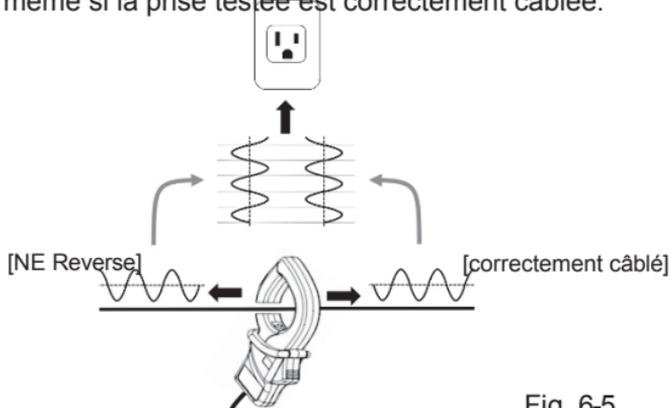
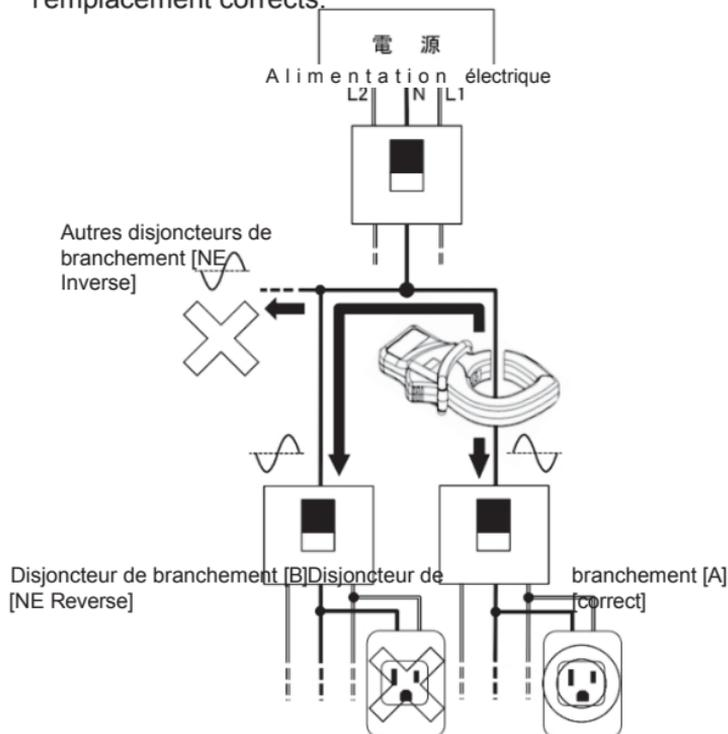
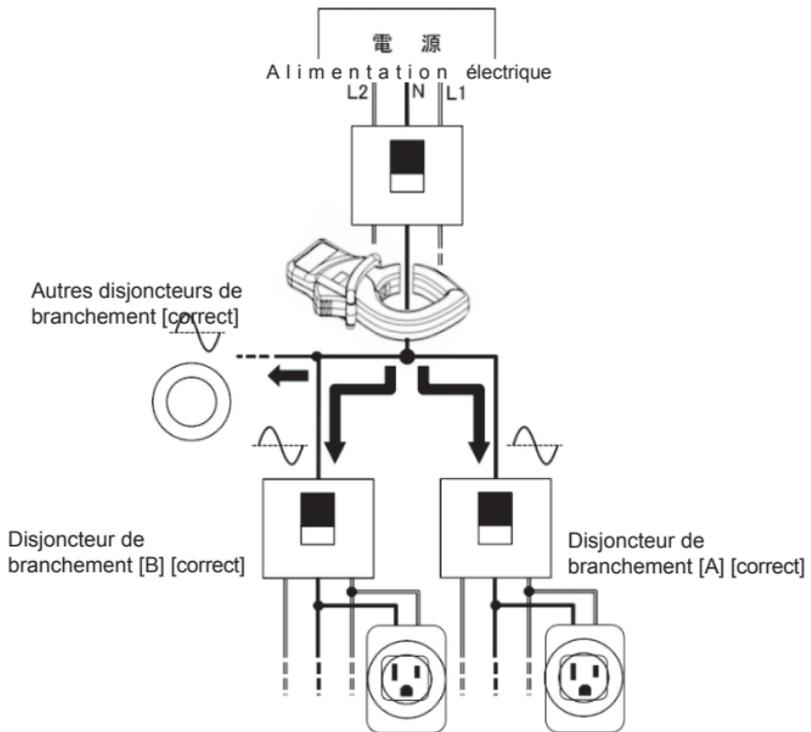

Fig. 6-5
Fig. 6-15
Fig. 6-16
- Comme le montre la figure 6-5, la phase de la tension d'essai appliquée à un fil neutre (N) change de 180 degrés en fonction de l'orientation de la pince d'injection de la tension d'essai. KEW 4506 effectue le test de la prise en fonction de la polarité (différence de phase) du signal de tension de test ; par conséquent, si l'orientation de la pince d'injection de tension de test est incorrecte, KEW 4506 juge que la prise est [NE inversé] même si la prise testée est correctement câblée.
En fonction de l'orientation de la pince d'injection de tension d'essai, comme expliqué à la figure 6-5 de la clause précédente, KEW 4506 peut indiquer [NE Inverse] même si la prise est correctement câblée comme indiqué à la figure 6-15 (prise câblée au disjoncteur de dérivation [B]). Connecter la pince d'injection de tension d'essai au fil neutre approprié (N) du disjoncteur de dérivation en respectant l'orientation et l'emplacement corrects.
- Lorsque la pince d'injection de tension de test est connectée à proximité du tableau de distribution, KEW 4506 peut tester la prise câblée au disjoncteur de dérivation [B] illustré à la figure 6-15 et la juger " PASS " (correcte) ; cependant, il n'est PAS recommandé de connecter la pince d'injection de tension de test à la position illustrée à la figure 6-16. En effet, KEW 4506 peut afficher " "si plusieurs charges sont connectées à une prise câblée à partir de l'un des autres disjoncteurs de dérivation, qui n'est pas celui qui doit être testé, et où ces charges sont actives.